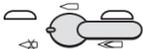

Fig. 2
- Encontre o seletor da trava de segurança/disparo do lado esquerdo acima do cabo da arma (Fig. 2).